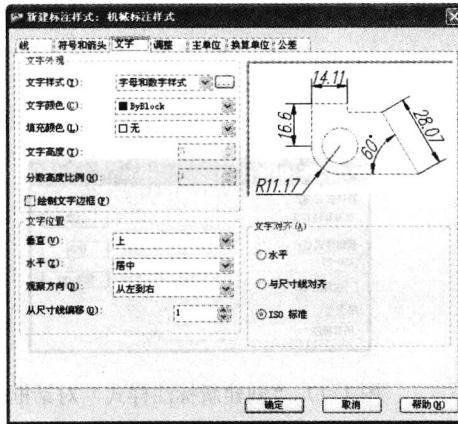

图 1-20 设置“文字”选项卡
5. 打开“文字”选项卡，在“文字样式”下拉列表中选择“字母和数字样式”；在“从尺寸线偏移”文本框中输入“1”，使尺寸与尺寸线之间的间距为 1mm；在“文字对齐”选项栏中选中“ISO 标准”单选按钮，即当标注文字在尺寸界线以内时，将位于尺寸线的中上方，当标注文字在尺寸界线以外时，将位于一条水平引线上。其他选项保留默认设置，如图 1-20 所示。